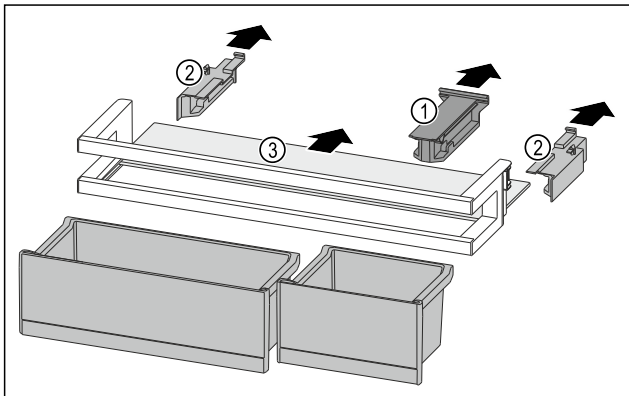

Fig. 115
- ▶ Изтеглете задържащата част Fig. 115 (1).
- ▶ Изтеглете страничните части Fig. 115 (2).
- ▶ Свалете рафта Fig. 115 (3).